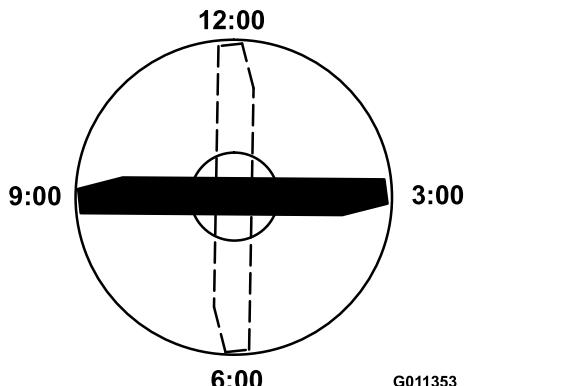

Figura 67
- Posicione a extremidade de corte da extremidade marcada da lâmina na posição das 12 horas (a direito na direção do corte) e meça a altura da mesa à extremidade de corte da lâmina (Figura 67).
4. Rode a extremidade marcada da lâmina para as posições das 3 horas e das 9 horas e meça as alturas (Figura 67).